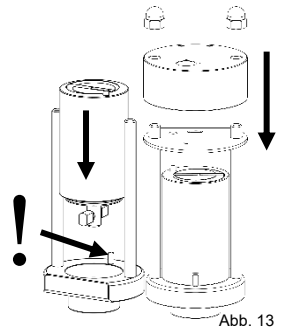

Abb. 13
- Setzen Sie die Pumpe so ein, dass sie auf dem Pumpenflansch aufsitzt. Setzen Sie die Steuerscheibe (Arretierung beachten) und dann den Ventilkopf auf (Abb. 13).